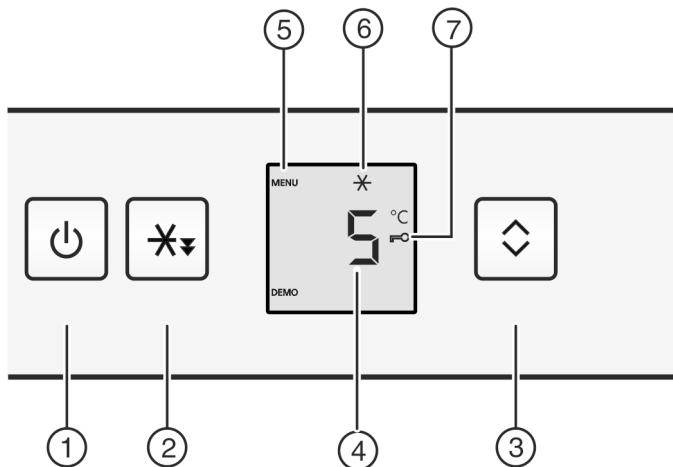

Fig. 2
- Appuyez sur la touche marche/arrêt Fig. 2 (1).
- Appuyer sur la touche refroidissement rapide Fig. 2 (2) pendant 5 secondes environ.
- Le symbole Menu Fig. 2 (5) apparaît dans l'affichage.
- Confirmer rapidement avec la touche refroidissement rapide Fig. 2 (2).
- Le symbole Sécurité enfants Fig. 2 (7) s'allume dans l'affichage.
- Appuyer brièvement sur la touche On/Off Fig. 2 (1).
- Appuyer brièvement sur la touche refroidissement rapide Fig. 2 (2).
- Le symbole refroidissement rapide Fig. 2 (6) s'allume sur l'affichage.
- Le symbole refroidissement rapide Fig. 2 (6) s'éteint sur l'affichage.